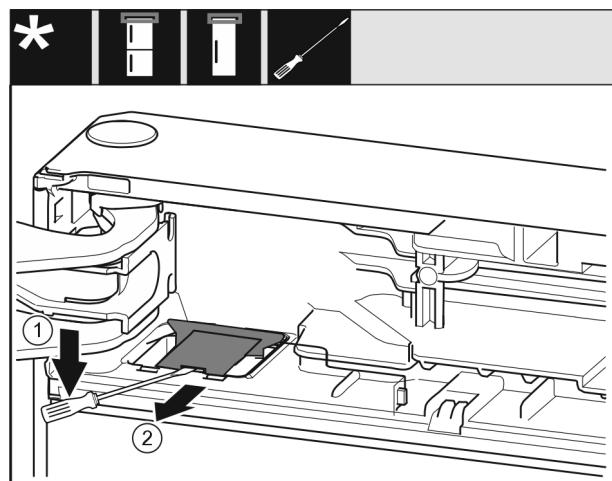

Fig. 7
- Ravnim odvijačem otkopčajte pokrov i potom ga podignite. *Fig. 7 (1)*
- Izvadite pokrov. *Fig. 7 (2)*